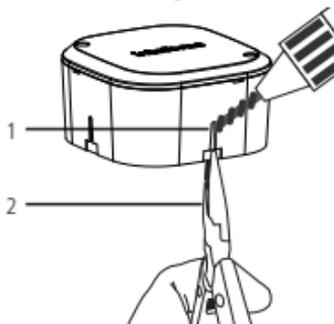

Figura 2
- » Caso necessário e com o auxílio de uma furadeira ou parafusadeira, utilize o guia (*Figura 2 – 1*) para realizar o furo para o eletroduto de $\frac{1}{2}$ " ou $\frac{3}{4}$ ".
- » Caso necessário e com o auxílio de um alicate de corte ou de bico, seccione o material (*Figura 2 – 2*) para a passagem do cabo da câmera ou os cabos da instalação.